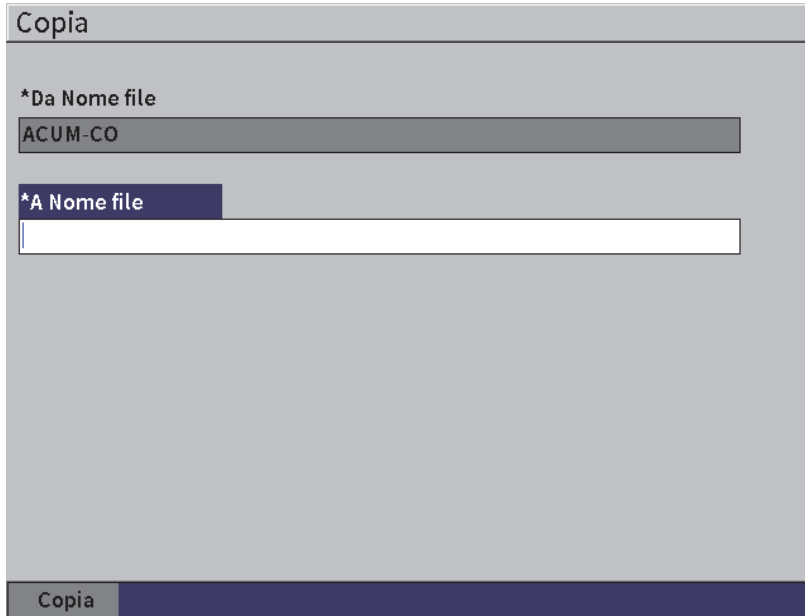

Figura 9-15 Pagina di configurazione Copia
2. Premere il tasto Invio per aprire la pagina **Copia** (vedere Figura 9-15 a pagina 143).